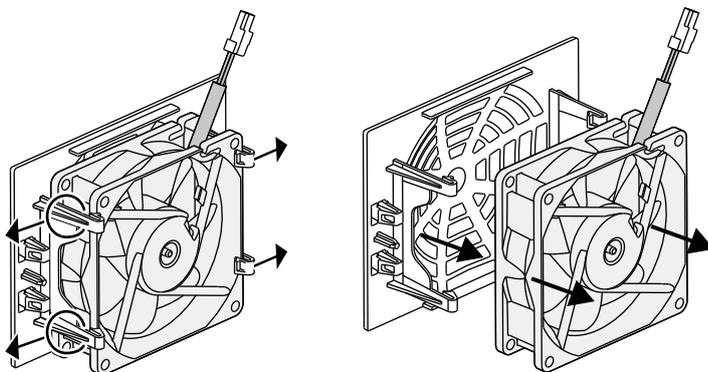

Fig. 74: Desmontaje de la rejilla del ventilador
5. El ventilador puede retirarse adicionalmente de la rejilla del ventilador. Para ello, presionar ligeramente hacia fuera las pestañas de sujeción y sacar el ventilador. **Fig. 74**